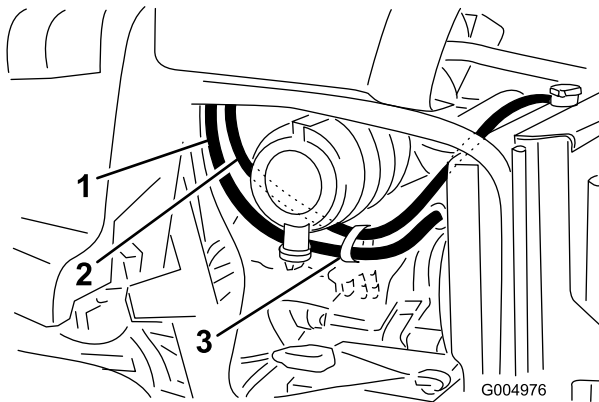

Figura 14
12. Fissate il tubo flessibile al raccordo a T con una fascetta stringitubo (Figura 14).
1. Disponete il flessibile dietro al serbatoio di troppopieno del radiatore, verso l'alto lungo il lato destro del radiatore, attraverso la parte superiore del radiatore a sinistra e sotto al filtro dell'aria, come illustrato nella Figura 14.